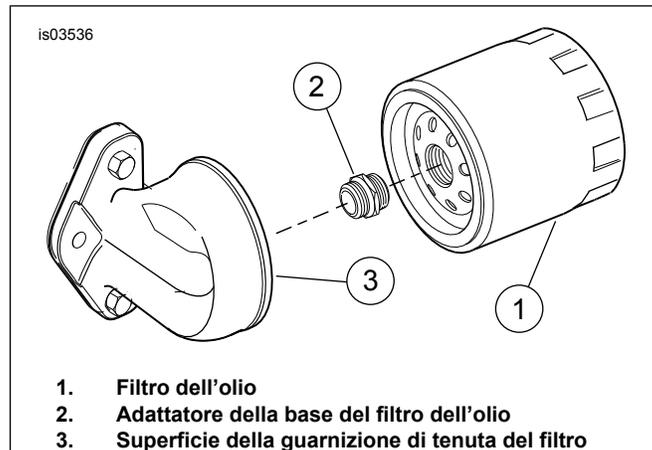

Figura 1. Staffa della base del filtro di serie
1. Vedere Figura 1. Rimuovere dalla base (3) il filtro dell'olio ad avvittamento (1) e l'adattatore del filtro (2). Eliminare l'adattatore del filtro dell'olio. Pulire a fondo l'area della base del filtro.